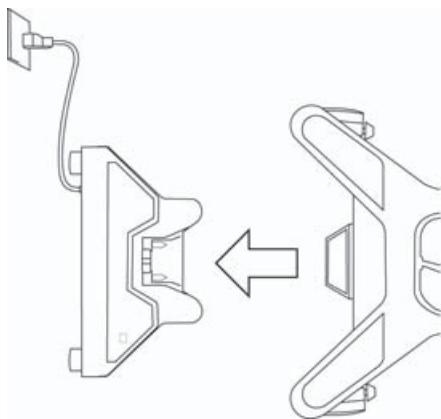

Figura 2 Haga rodar la base hasta que llegue al módulo de acoplamiento para conectarla (se muestra con la base H-Universal).
- 2** Haga rodar la base hacia atrás hasta que llegue al módulo de acoplamiento. Consulte **Figura 2** en la página 28.